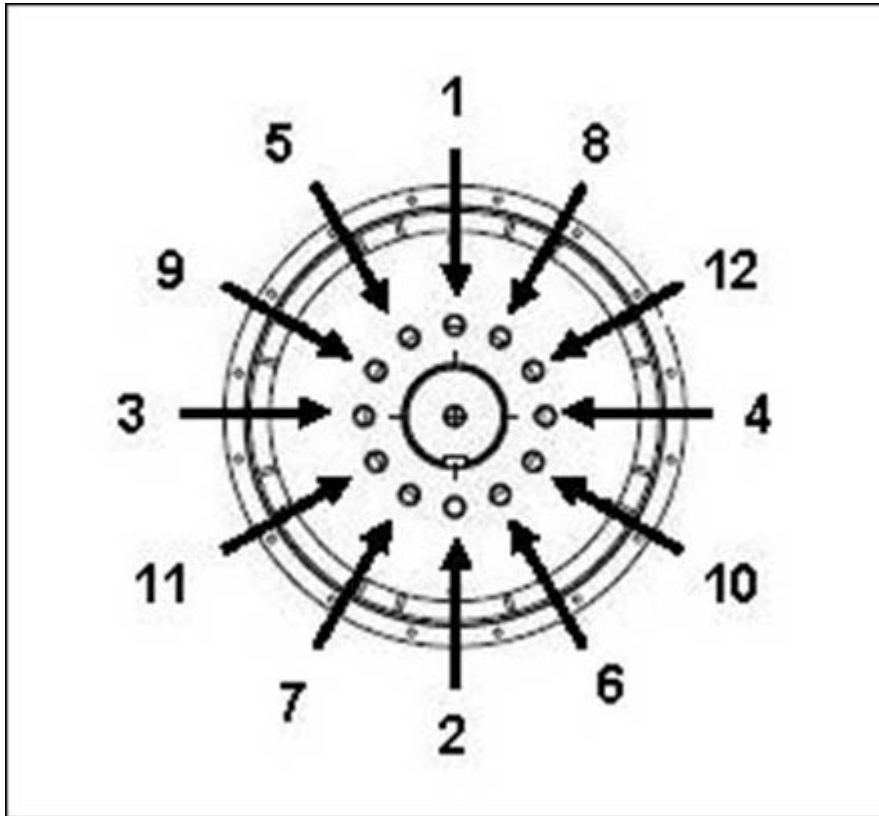

FIGURA 22. SEQUÊNCIA DE FIXAÇÃO NO CUBO
4. Se necessário, aperte os parafusos dos discos de acoplamento de acordo com a sequência ilustrada em Figura 22 na página 42.